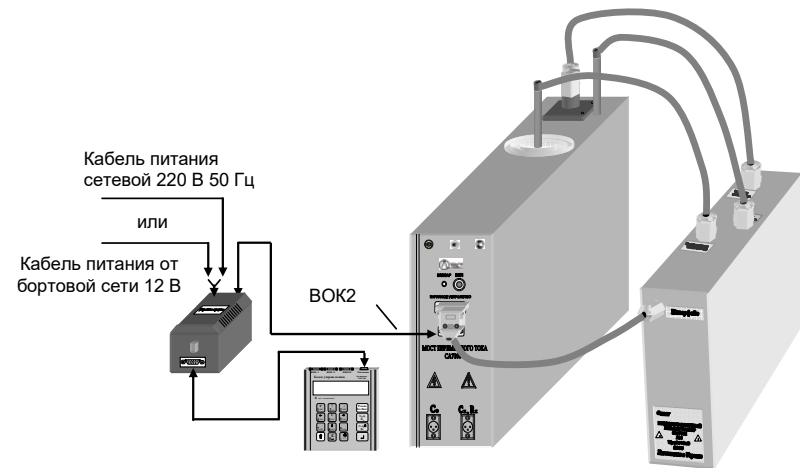

Рисунок 7.14
1) Не вынимая Блок измерительный Моста и Коммутатор СА7161 из сумки укладочной, подключить разъемы Коммутатора (поз.1-4, рисунок 7.13) к соответствующим входам Блока измерительного (рисунок 7.14). **Подключение Коммутатора выполнять при отключенном рабочем напряжении и выключенном Мосте!**